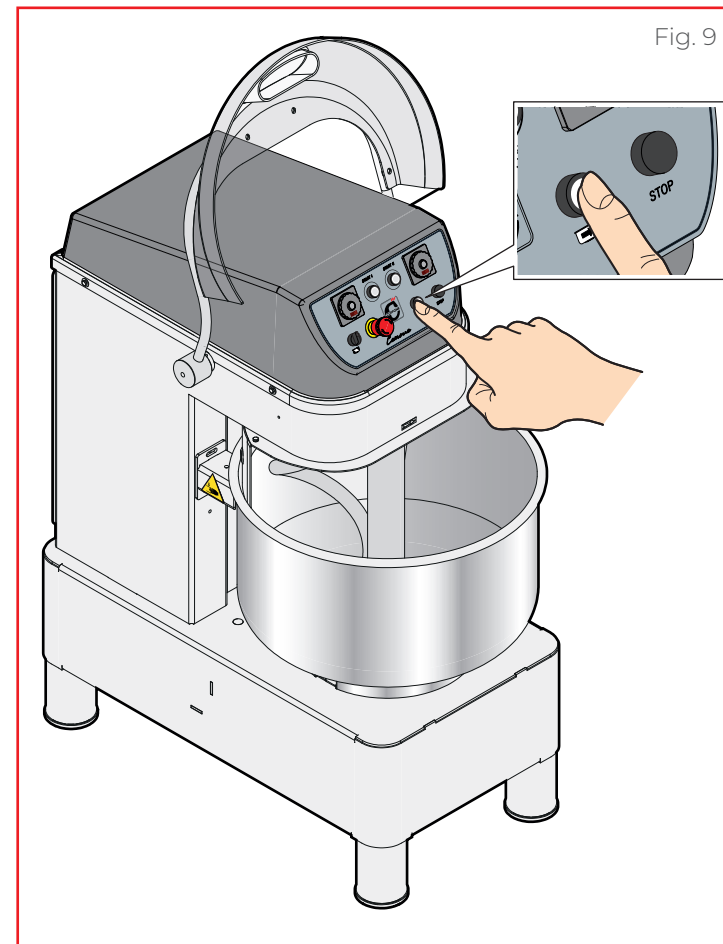

Fig. 9
► **Fig. 9** En appuyant sur la **touche ⑥**, il est possible de faire tourner le bol également avec le couvercle relevé (la spirale reste à l'arrêt) ; ceci facilite le retrait de la pâte.